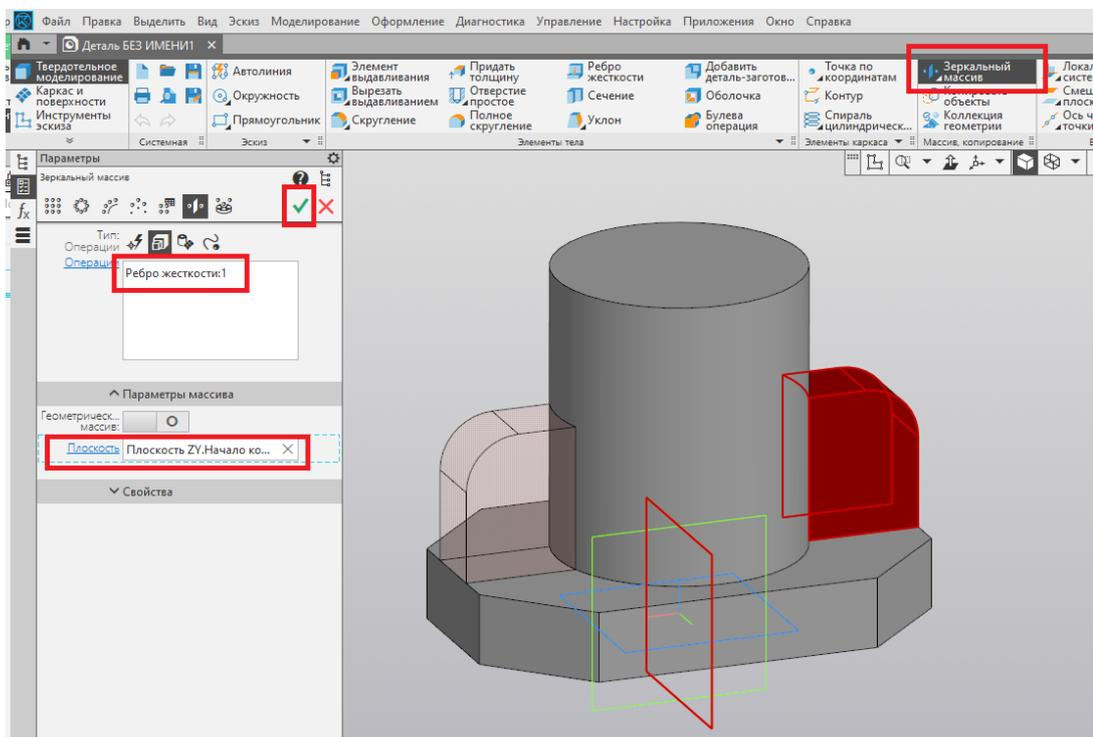

Рис. 88
16. При помощи команды «Зеркальный массив» отражаем ребро жёсткости относительно плоскости ZY. Завершаем выполнение команды нажатием на зелёную галочку (рис. 88).